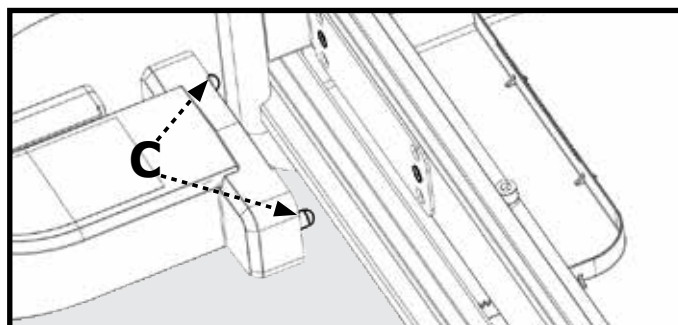

Figura 6
1. Conecte el conjunto del brazo de sierra al marco principal alineando primero las clavijas (C) en el conjunto del brazo de sierra a los orificios del marco principal como se muestra en la Figura 6.